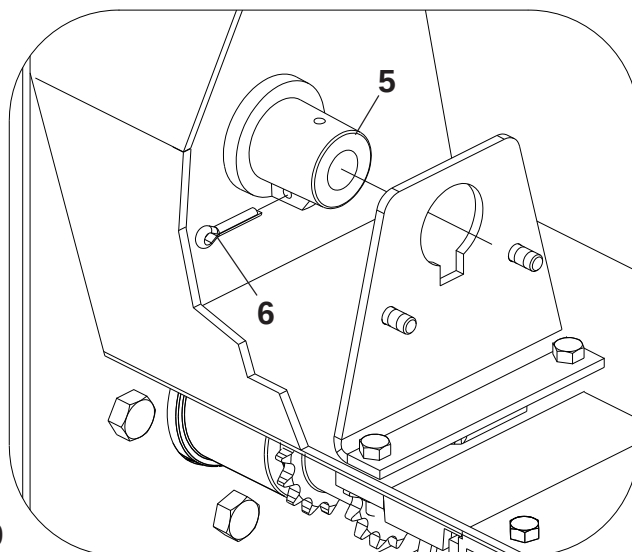

Figura 59
1 - Coloque no fundo da caixa de semente (1) o suporte (2) com parafuso (3) , arruela e porca (4), **Figura 59** ;